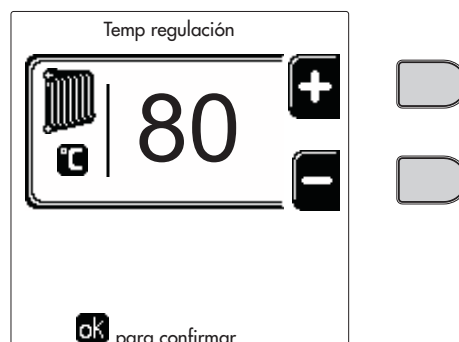
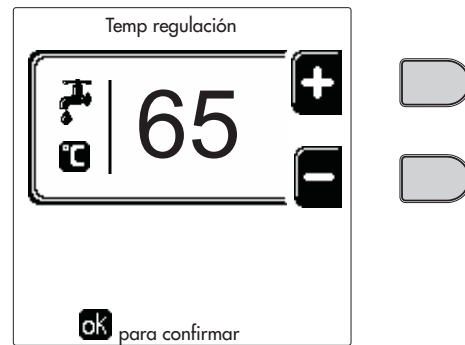

fig. 13
fig. 15
- **ON**. Ante una demanda de calefacción/ACS, la caldera funciona a la temperatura de regulación de la calefacción/ACS (fig. 13/fig. 15) programada.
- **re**. Ante una demanda de calefacción/ACS, la caldera funciona a la temperatura de regulación reducida. La temperatura reducida se obtiene restando la temperatura de regulación de la reducción (fig. 14/fig. 16) a la temperatura de regulación de la calefacción/ACS (fig. 13/fig. 15) programada.